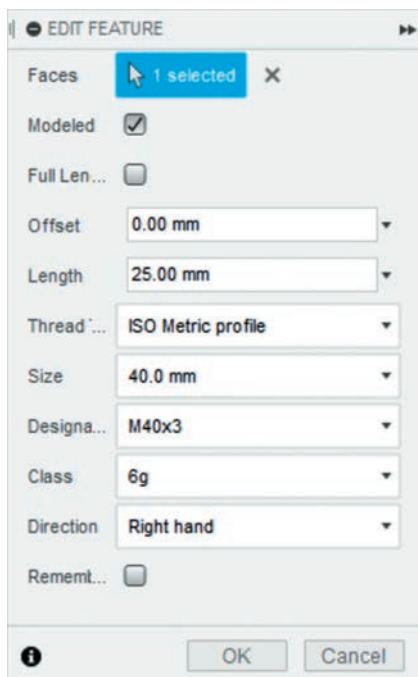

Рис. 49. Свойства инструмента **Thread**
2.22. В окне настроек инструмента **Thread** поставим галочку на пункте **Modeled** (смоделированная), иначе резьба будет «мнимой», а у пункта **Full Length** (на всю длину) галочку уберём. После этого появятся дополнительные параметры. Длину резьбы **Length** зададим равной **25 мм**. Остальные параметры оставим без изменений (рис. 49).